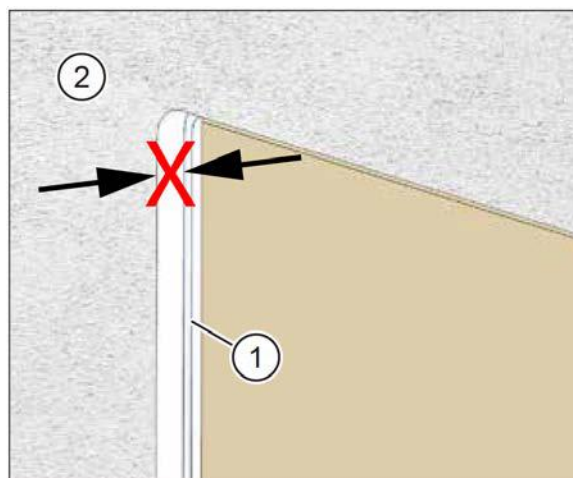

Рис. 31: штукатурка выступает над штукатурной рамой
- Штукатурка (поз. 2 на рис. 31) выступает над штукатурной рамой (поз. 1 на рис. 31).